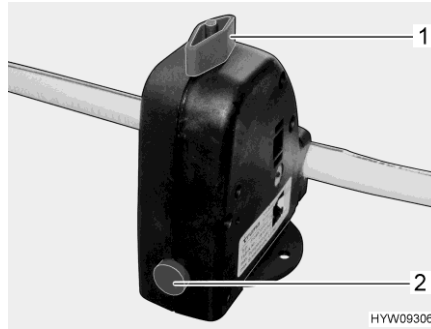

Bild 126 Sicherheits-/Ablassventil (Truma)
- Sicherheits-/Ablassventil (Bild 126) schließen. Dazu den Drehknopf (Bild 126,1) quer zum Sicherheits-/Ablassventil drehen und den Druckknopf (Bild 126,2) eindrücken.